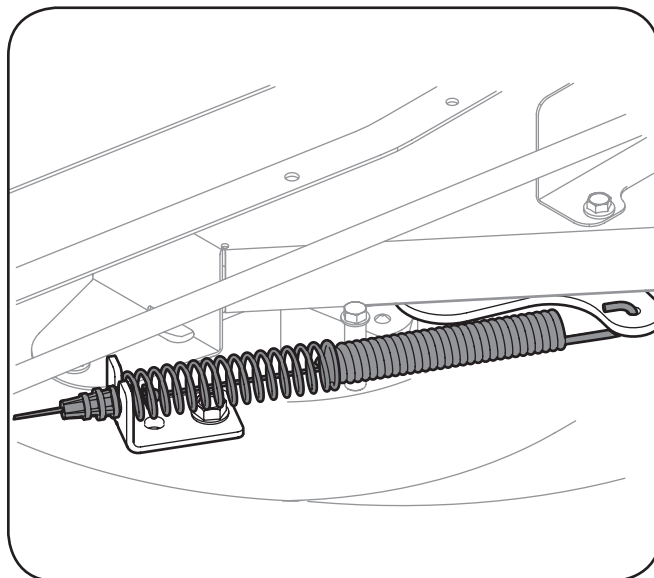

Figura 7-4
8. Extraiga con precaución el cable de la PTO de la parte posterior de la plataforma de corte. Retire el resorte del soporte de polea loca de la plataforma. Vea la Figura 7-4.